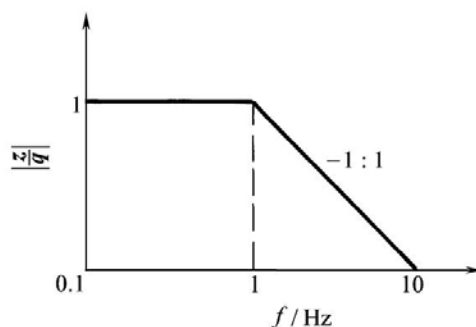

图6-1 车身单质量系统的幅频特性
6.9 设车身单质量系统的幅频特性  $|z/q|$  用双对数坐标表示时如图 6-1 所示。路面不平度系数  $G_q(n_0) = 2.56 \times 10^{-8} \text{ m}^3$ 。求车身加速度的谱密度  $G_{\ddot{q}}(f)$ ，画出其谱图，并计算 0.1~10Hz 频率范围内车身加速度的均方根值  $\sigma_{\ddot{z}}$ 。